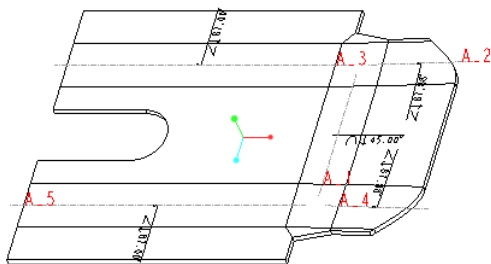

图 3-20 展平效果
(3) 在“展平”选项卡中单击  (完成) 按钮, 成功展平该钣金件, 展平效果如图 3-20 所示。